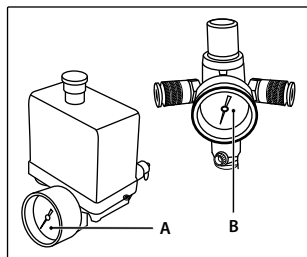
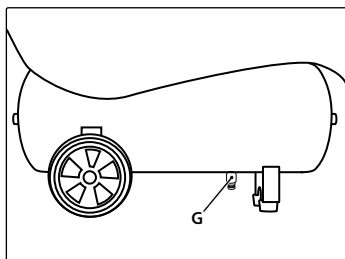

Рис. 7
Рис. 8
Компрессор оснащен манометром (А) для контроля давления в ресивере и манометром (В) для контроля давления в рабочей магистрали (рис. 7), а также клапаном для слива (удаления) конденсата (G) из ресивера (рис. 8).
При первом запуске компрессор должен проработать без нагрузки около 10 минут с полностью открытым регулятором давления выходного воздуха и клапаном слива конденсата из ресивера (рис. 8).
По истечении времени обкатки закройте клапан слива конденсата и проверьте, чтобы компрессор нагнетал воздух в ресивер и останавливался автоматически по достижении максимального рабочего давления (8 бар), указанного на индикаторе манометра (А) (рис. 7).